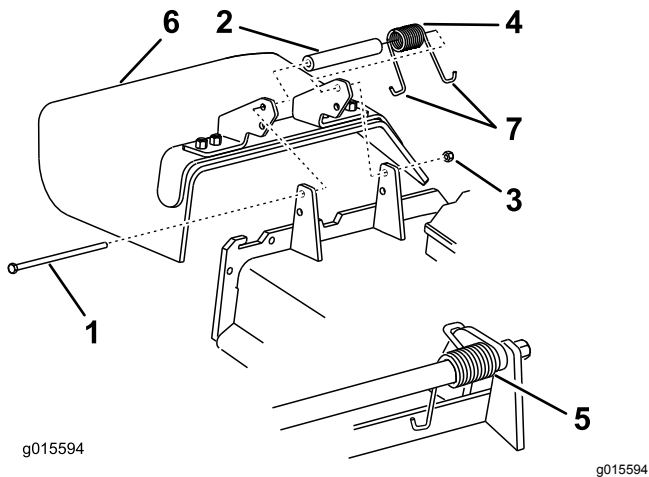

Figure 55
3. Retirez le contre-écrou, le boulon, le ressort et l'entretoise qui fixent le déflecteur aux supports de pivot (Figure 55).
7. Placez une extrémité en J du ressort autour du déflecteur d'herbe (Figure 55).
5. Placez une extrémité en J du ressort derrière le bord du tablier (Figure 55).
**Remarque:** Prenez soin de placer une extrémité en J du ressort derrière le bord du tablier avant de mettre le boulon en place, comme montré à la Figure 55.